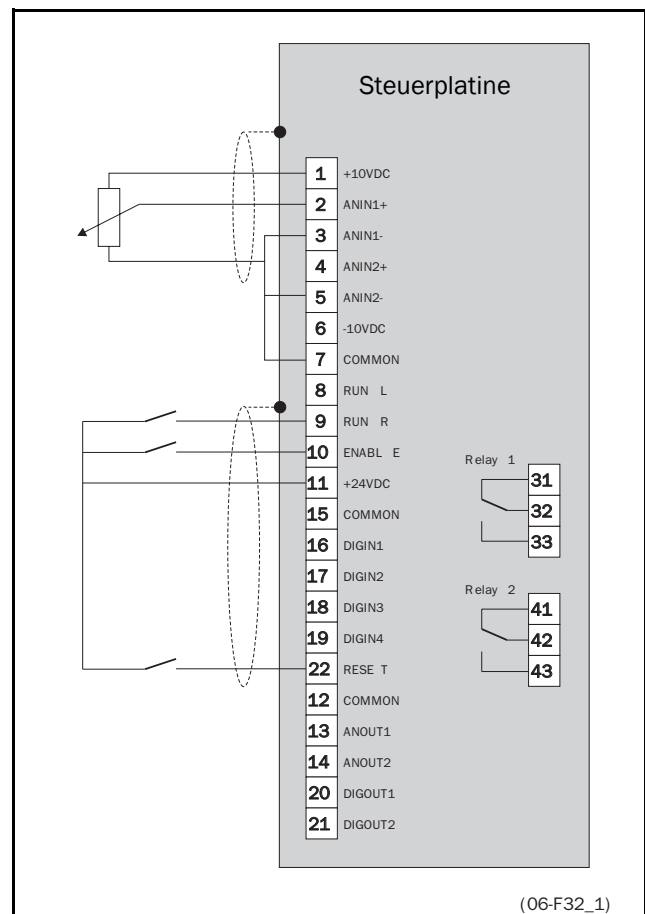

Abb. 2 Minimalbeschaltung.
- Damit der Motor dreht, sind ein Sollwert und ein Start-Befehl notwendig, siehe auch Abb. 2.
Abb. 2 zeigt die zum Starten minimal notwendige Beschaltung mit AnIn1 als normalem (nichtdifferentiellen) Eingang mit einem 2 kOhm-Potentiometer. Der Freigabe-Eingang muss gleichzeitig mit RunR oder RunL aktiv sein. Als Voreinstellung kommt der Sollwert vom Potentiometer.